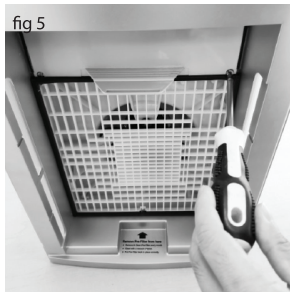

fig 5
- フィルターを固定している2本のネジをドライバーで取り外します。(図5)